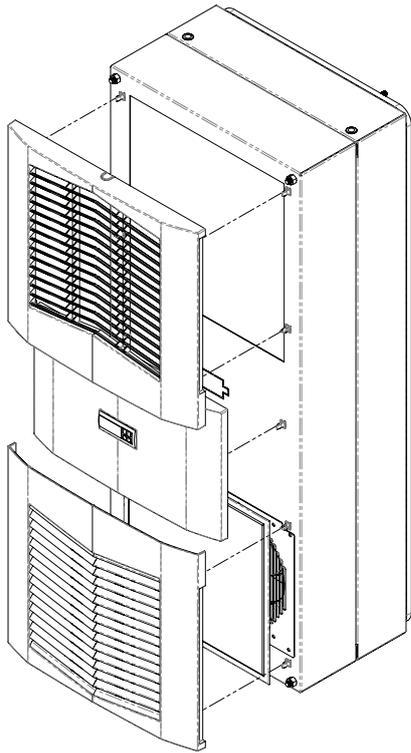

Abbildung 3
1. Entfernen Sie vorsichtig die Frontabdeckung und ggf. die Blechplatte des Geräts, indem Sie sie nach vorne ziehen. Siehe Abbildung 3 auf Seite 13.